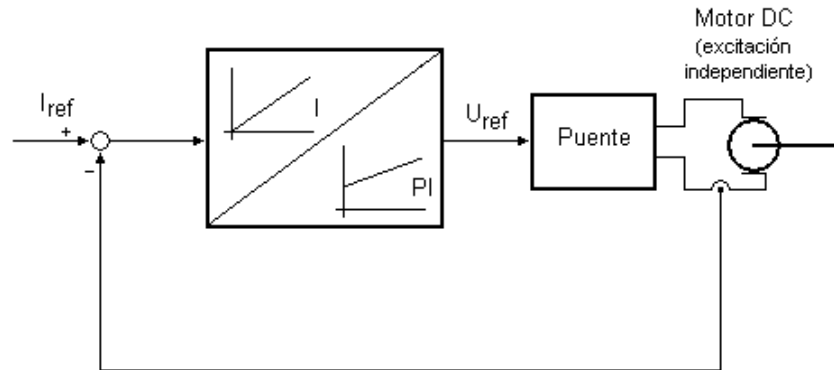

Figura 2: Lazo de control de corriente.
El sistema tiene además un circuito capaz de detectar si se está en modo de conducción continua o discontinua y en función de esto el controlador implementado digitalmente en la Arduino pasa de ser proporcional-integral (PI) a ser integral (I) (ver Figura 2).